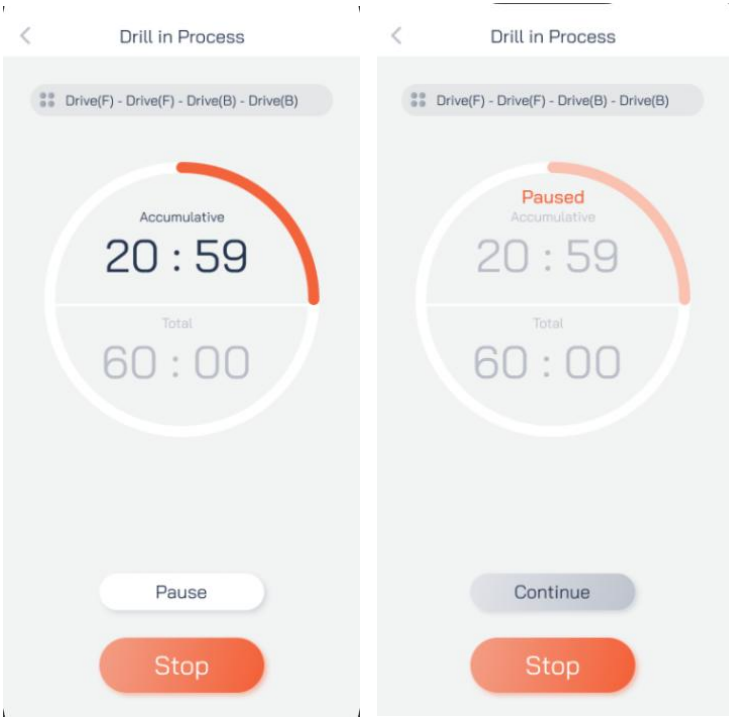

Figure 3-11
3.4.5 В интерфейсе «Тренировка в процессе» пользователи могут просматривать целевую продолжительность тренировки и накопленное время тренировки. Они также могут приостанавливать, продолжать или останавливать тренировку (Рисунок 3-11).